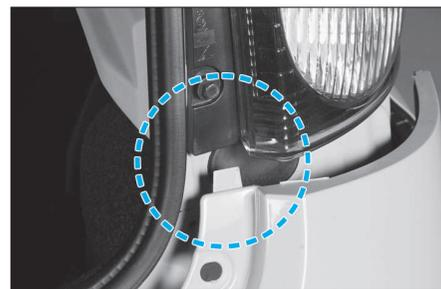

FIG. 135
- Extraire le bouclier en le dépliant du feu AR comme illustré (Fig.135), puis débrancher le connecteur des éclairés de plaque.